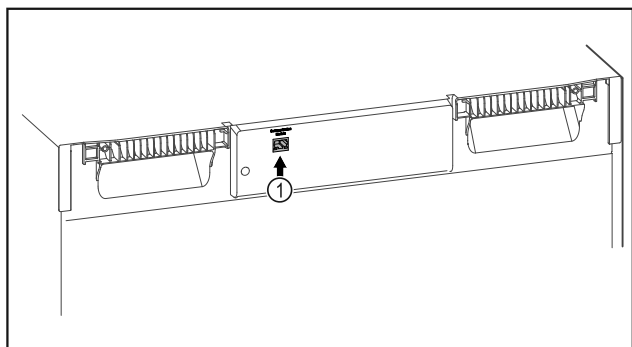

Fig. 98
- Je používán SmartModule Fig. 98 (1).